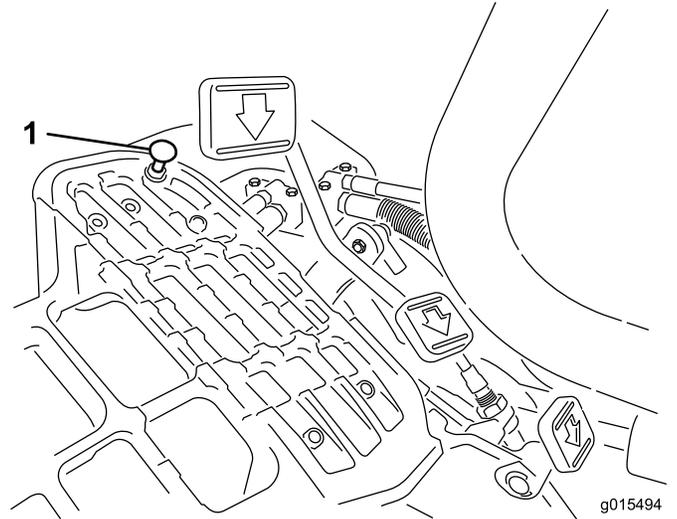

図 54
走行ペダルを踏み込んでみてください。ケーブルに張力が掛かる前にペダルがストップ（図 54）に当たる場合には調整が必要です。
1. ペダル・ストップをフロア・プレートに固定しているフランジヘッド・ロックナットをゆるめる（図 54）。